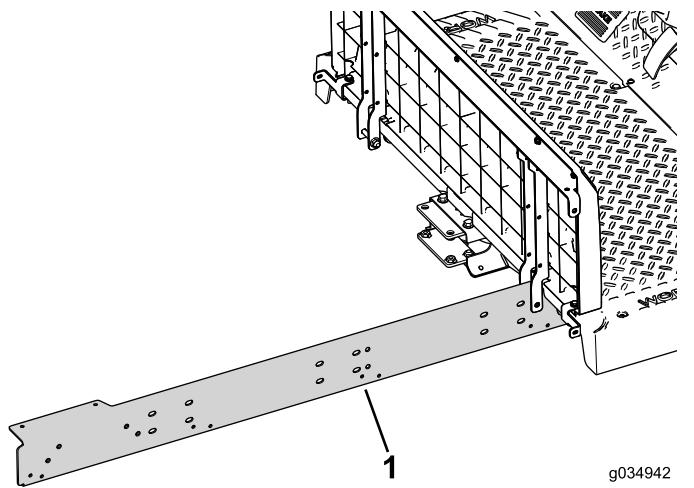

Рисунок 22
2. Свободно установите, не затягивая, удлинительную балку на правую сторону машины (Рисунок 22).